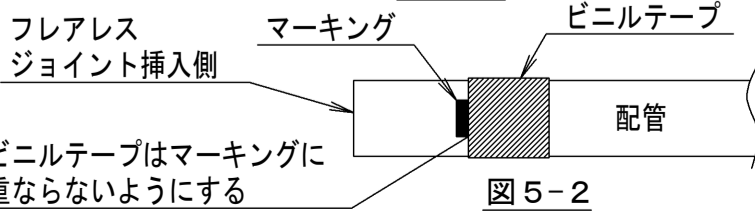

図5-2
- (4) 周囲が暗い場所(天井裏等)では、油性ペンでのマーキングが見えにくい場合があります。視認性向上のために可能な限りビニルテープ等で目印を追加してください。(図5-2参照)